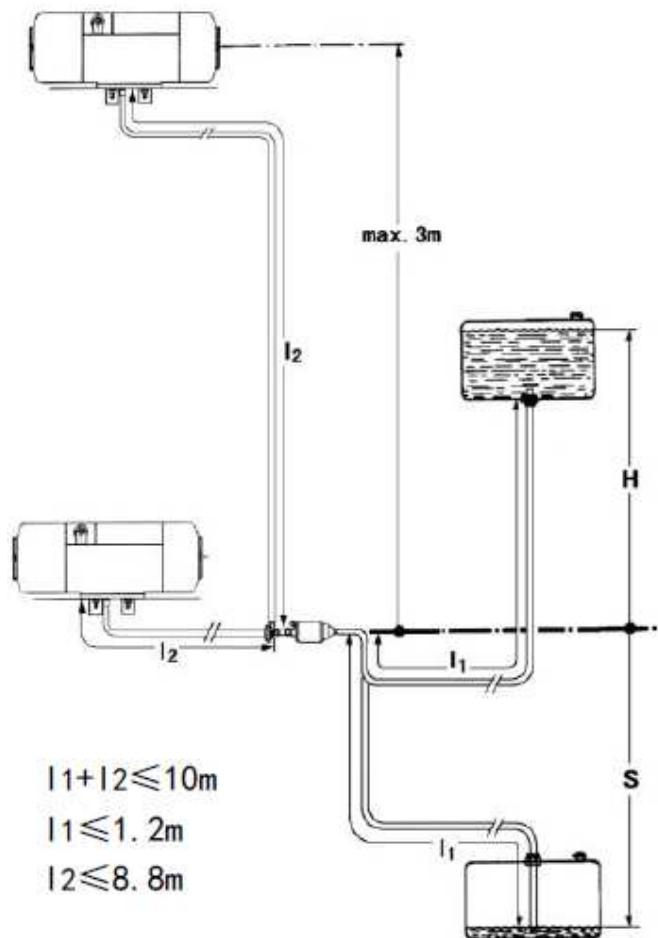

Рис. 12
4.4.2 Перепад высот между печкой, топливным насосом и между бензобаком и топливным насосом создаёт давление (всасывающую силу) от топлива к топливному насосу. Внутренний диаметр и длина топливной трубы связаны с сопротивлением испытуемым топливом на пути его прохождения. Такие факторы необходимо учитывать в момент установки. Смотрите данные представленные на Рис. 12.